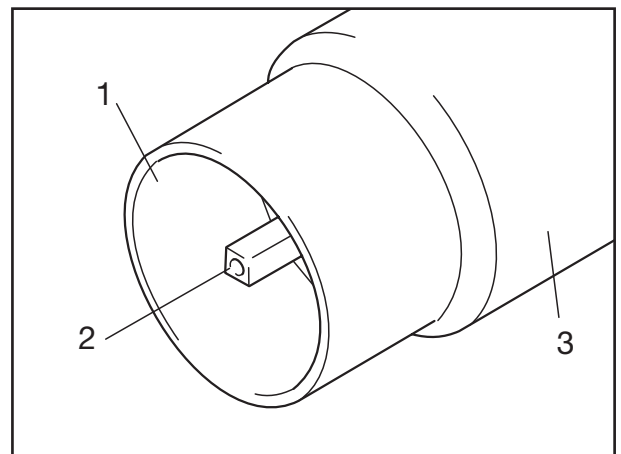

Fig. 10
- [4] Vierkantbolzen (Fig. 10/2) mit Schlagschrauber herausschrauben und Federglocke (Fig. 10/1) vom Luftfederbalg (Fig. 10/3) abnehmen.
- [4] Unscrew square bolt (Fig. 10/2) with a spanner and remove piston (Fig. 10/1) from air bag (Fig. 10/3).
- [4] Débloquer le boulon carré (fig. 10/2) avec la visseuse à percussion et retirer le piston (fig. 10/1) du coussin d'air (fig. 10/3).